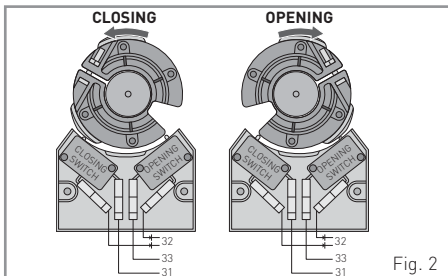
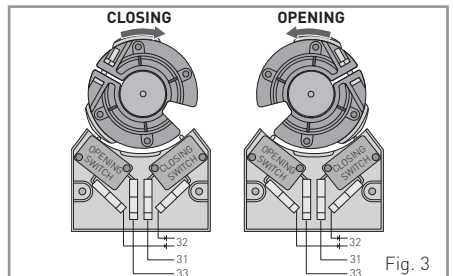

Fig. 2
Fig. 3
- Die Endschalter nach Abb. 2 anschließen (wenn der Motor die Öffnungsbewegung durch Drehen im Uhrzeigersinn ausführt) oder nach Abb. 3 (wenn der Motor die Öffnungsbewegung durch Drehen gegen den Uhrzeigersinn ausführt).